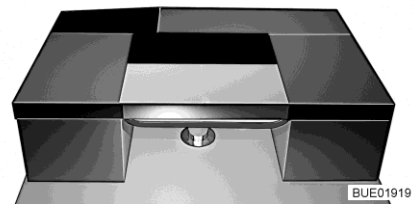

Fig. 162 Après la transformation
- Placer le coussin supplémentaire transversalement sur la table (voir Fig. 162).